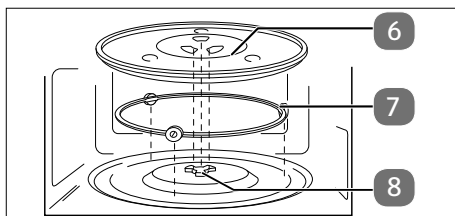

Fig. 3 – Colocación del plato giratorio de cristal
- ▶ No ponga en marcha el microondas sin haber colocado debidamente el plato giratorio de cristal (6).
- ▶ Compruebe que el eje de accionamiento (8) se inserta correctamente en la ranura de la base del espacio de cocción y que se halla plano sobre la base con sus hojas. En caso necesario, gire el eje de accionamiento (8) hasta que baje a la posición correcta.
- ▶ Introduzca el aro giratorio (7) en la cavidad de la cámara de cocción y, a continuación, coloque el plato giratorio de cristal (6) centrado en el eje de accionamiento (8) (véase «**Fig. 3 – Colocación del plato giratorio de cristal**») de modo que las barras del plato giratorio (6) se sitúen entre las hojas del eje de accionamiento.